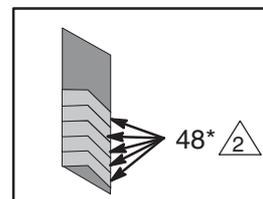
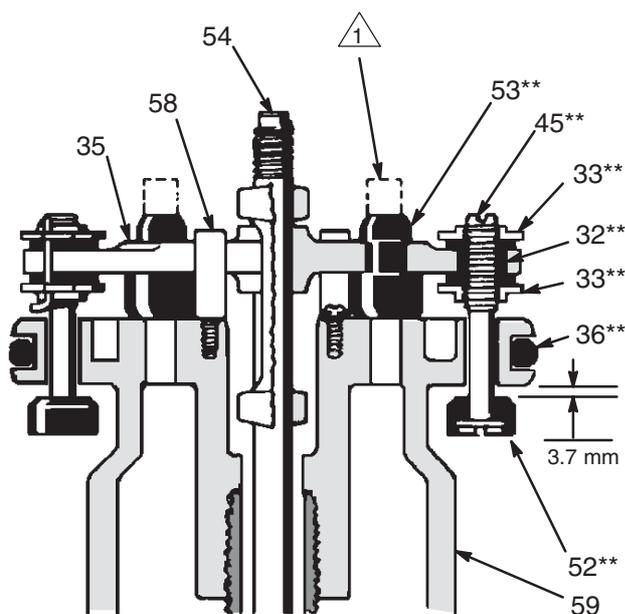

Fig. 2
Fig. 4 VISTA IN SEZIONE
3. Utilizzare un collare stringitubo (12) per svitarlo dalla base del motore ad aria compressa (55).
4. Spingere la biella (10) verso il basso sino all'arresto.
5. Utilizzare un martello ed un punzone per togliere il perno rotativo (4). Svitare la biella (10). Ved. Fig. 2.
6. Spingere manualmente verso l'alto l'asta dello stantuffo (41) per spostare il gruppo dello stantuffo (59) sin dove possibile. Svitare il dado cieco (47) e tirarlo verso l'alto. Afferrare l'asta di disinnesto (54) con le pinze protette e svitare il dado dall'asta. Ved. Fig.2.
7. Togliere le sei viti (25). Ved. Fig 2. Togliere verticalmente il cilindro dallo stantuffo (59).
12. Togliere una piastra del silenziatore (20 o 40). Spingere lo stantuffo (59) fuori dalla base. Togliere il premistoppa (42) e le guarnizioni della gola. ved. Fig. 2.
3. Installare le seguenti parti nella base (55), una alla volta: il premistoppa (49\*), cinque guarnizioni a V (48\*) con gli orli rivolti verso il basso, il cuscinetto (50\*), la rondella di scorta (43), la guarnizione piatta (44\*) ed avvitare lentamente nel premistoppa (42). Accertare che gli o-ring (38 e 39\*\*) siano installati. ved. Fig. 2
**NOTA:** Solo per la pompa 224-825, installare alternativamente tre guarnizioni rinforzate (48) e due guarnizioni in gomma nitrilica (72) al posto delle cinque guarnizioni sopra indicate.
4. Installare le teste (52\*\*) sui gambi delle valvole (45\*\*). Spingere i supporti della valvola di scarico (53\*\*) sul dispositivo di azionamento della valvola (35) e tagliare la parte superiore indicata dalle linee tratteggiate. ved. Fig. 4.
6. Installare i dadi di regolazione inferiori (33\*\*) sui gambi delle valvole (45\*\*) ed avvitare i gambi negli anelli di sicurezza (32\*\*). Avvitare i dadi superiori (33\*\*) sui gambi. Prima di installare i fili di fermo (34\*\*) nei dadi di regolazione, utilizzare lo speciale indicatore 171-818 per regolare la valvola di trasferimento, in modo da ottenere un gioco tra le teste (52\*\*) e l'alloggiamento aperto di 3,7mm. Ved. Fig.4.